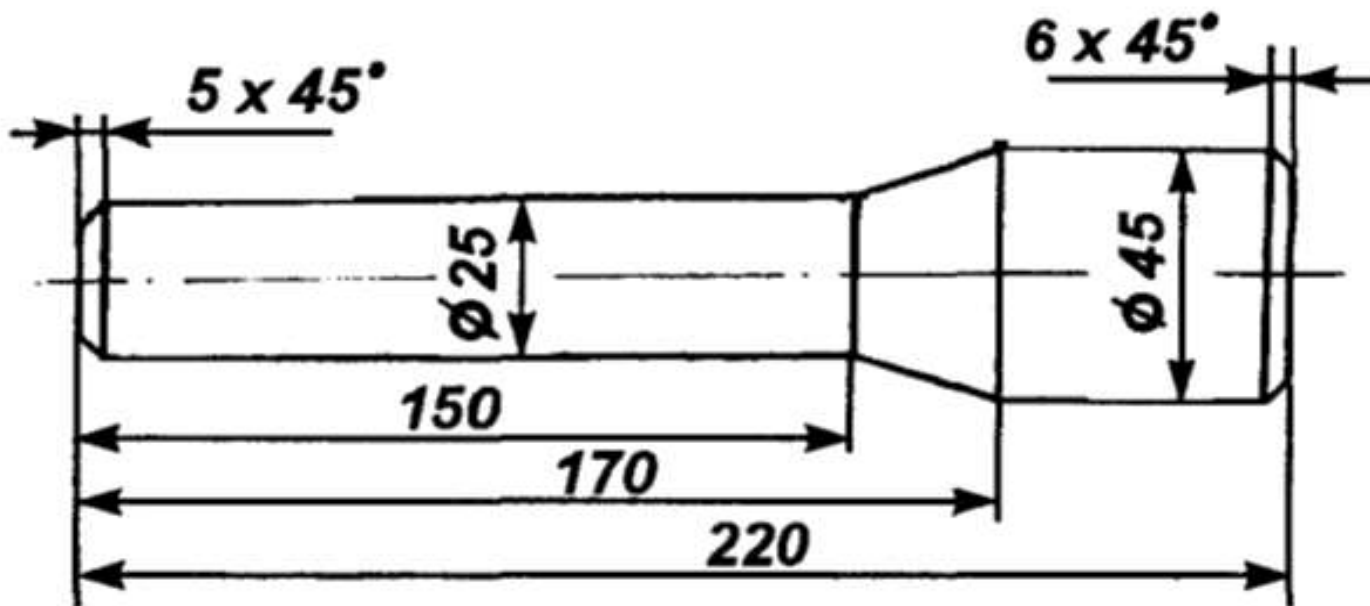

Рис. 1
1. Изготовить по чертежу Рис. 1 - картофелемялку; материал-берёза, заготовка 250×50;